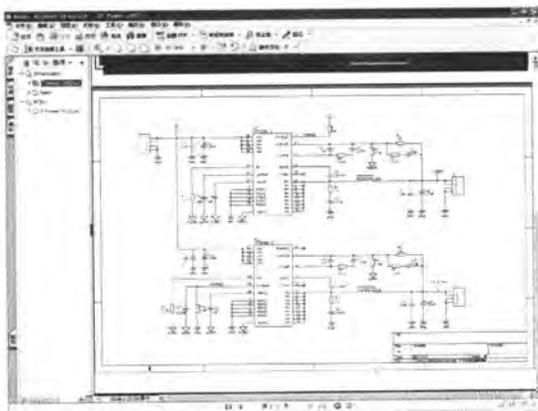

图 11-68 附加的 PDF 设置
- [5] 单击 **下一步(N) >** 按钮, 进入如图 11-68 所示的窗口, 用于对生成的 PDF 进行附加设定, 包括图元的缩放、附加书签的生成, 以及原理图和 PCB 图的输出显示模式等。